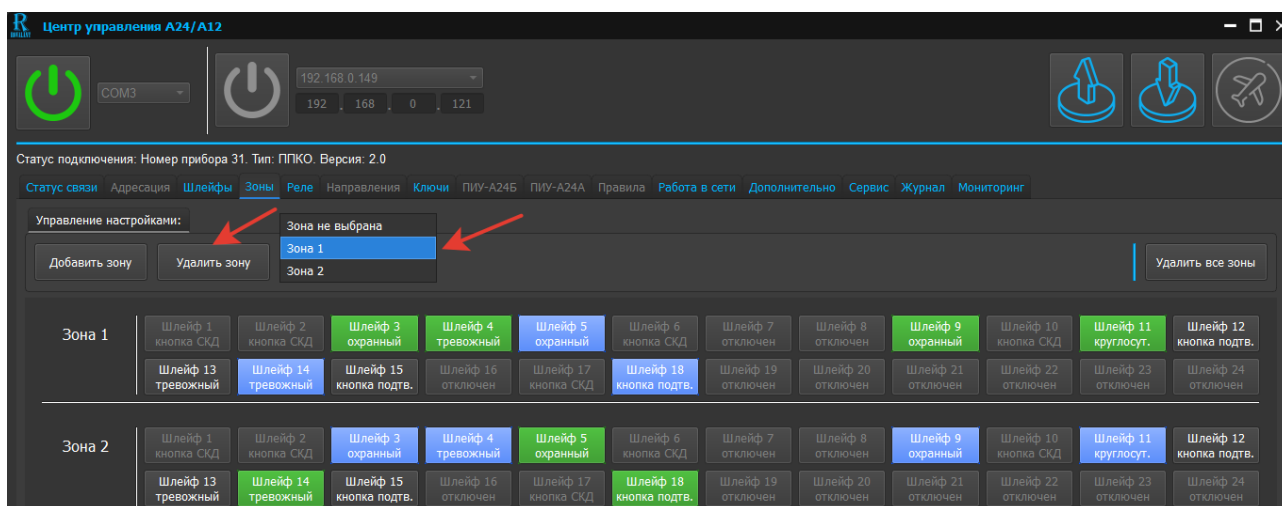

Рис. 34. Скриншот окна редактирования настройки «Удалить зону»
4.3.2 Редактирование настройки «Удалить зону» (см. рисунок 34)